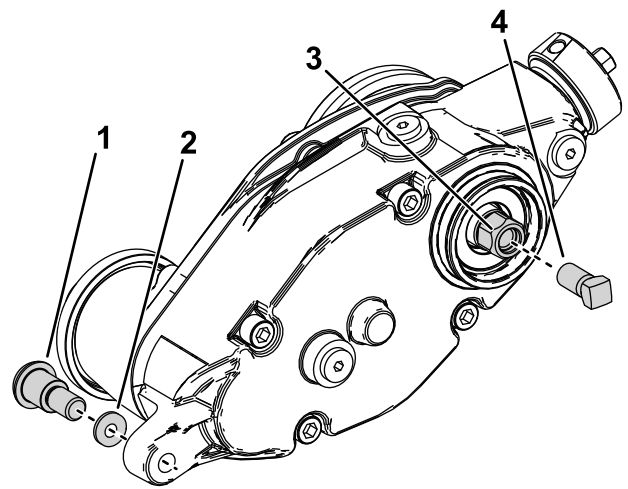

Bild 34
2. Entfernen Sie die Klemmschrauben, mit denen der Groomer am Getriebe befestigt ist (Bild 34).
3. Entfernen Sie die Ansatzschraube und die gehärtete Scheibe, die den Groomerantrieb mit den Einstellarm verbindet (Bild 34).
5. Montieren Sie die Bewehrungsschraube (Teilenummer 1-803022 – separat erhältlich) an den Innengewinden des Sechskantkopfes des Groomerantriebs und ziehen Sie diese auf ein Drehmoment von 13,5 N·m an, wie in Bild 34 dargestellt.
6. Entfernen Sie das Groomergetriebe von der Schneidspindel, indem Sie den Sechskantkopf des Groomerantriebs drehen (Bild 34).